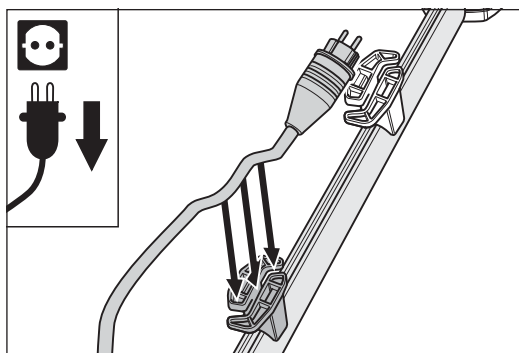

Fig. 2 Colocación del cable en el portacables inferior del mango tubular.
- 3 Inserte el cable del motor en el portacables inferior del mango tubular (fig. 2).